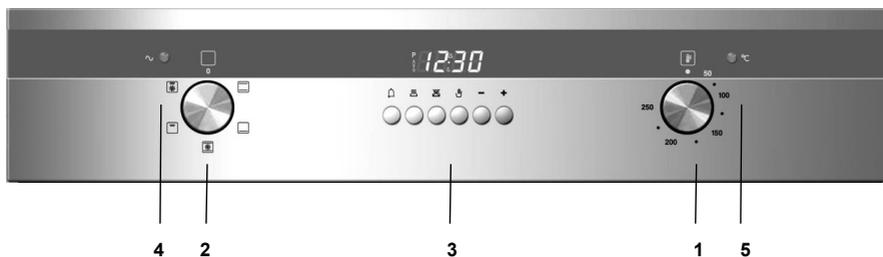

Рис. 3.1
**ЭЛЕКТРОННЫЙ ТАЙМЕР с 6-ю кнопками для многофункциональных духовок: 5 либо 9 функций. (Рис. 3.1 и 3.3)**